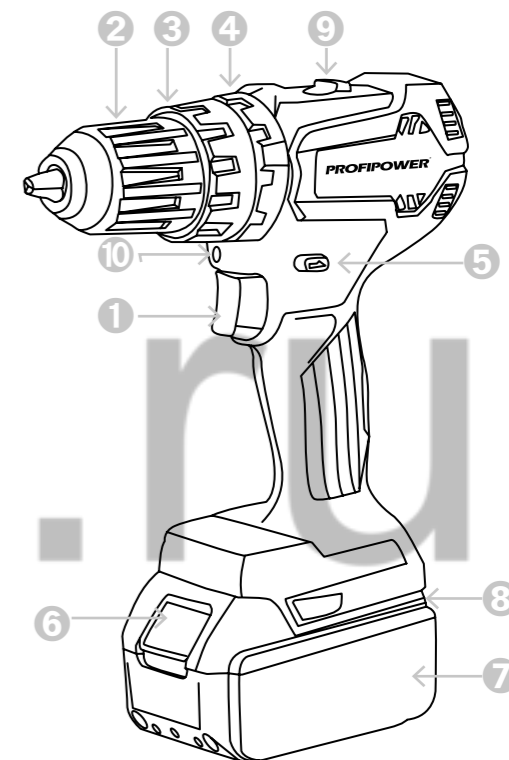

Рисунок 1.1. Устройство инструмента
ВНИМАНИЕ! Перед установкой аккумуляторного блока в инструмент обязательно убедитесь, что его триггерный выключатель «1» (рисунок 1.1) нормально работает и возвращается в положение (ВЫКЛ.) при отпускании.
- 1 Для включения электроинструмента нажмите триггерный выключатель «1» (рисунок 1.1.) и держите его нажатым.
Нажмите на триггерный выключатель «1» (рисунок 1.1.) для включения лампы «8» (рисунок 1.1.). Лампа «8» (рисунок 1.1.) будет светиться пока выключатель будет